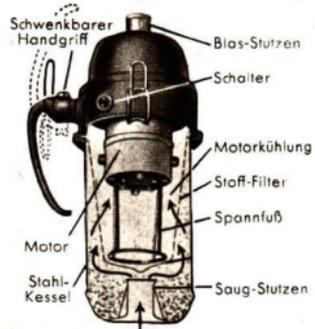

Abb. 298 Der Staubsauger
**a) Der Staubsauger (Abb. 298).** Er hat bereits in viele Haushalte Eingang gefunden. Die auf der Motorwelle sitzende Flügelschraube, der *Propeller*1), saugt die Luft durch die Saugdüse an und drückt sie an der anderen Seite aus dem Gehäuse hinaus. Mitgerissene Staubteilchen und andere kleine Verunreinigungen sammeln
sich in einem Kessel oder einem Filtersack. Ansatzrohr und Stahlschlauch dürfen nicht undicht sein, da sonst die Saugwirkung herabgesetzt wird. Beschreibe den Weg des Luftstromes nach Abb. 298! Wie schützt man Propeller und Motor vor eindringendem Staub?